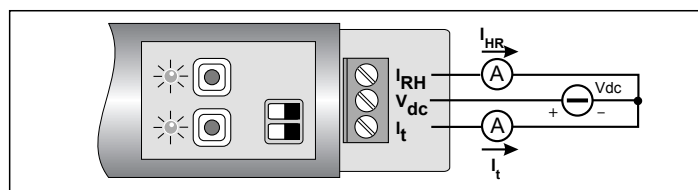

Fig. 5
2. Connecter les fils d'alimentation de l'instrument conformément aux schémas de raccordement représentés dans les figures 5 (HD9008TR) et 6 (HD9009TR).